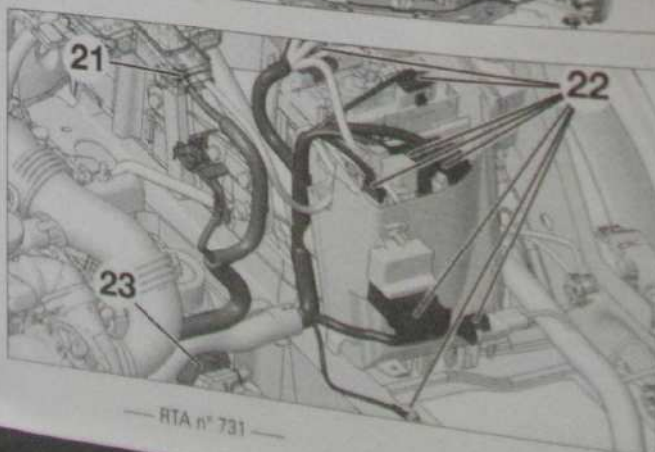

Fig. 93
- le faisceau de batterie (21) (Fig. 93).
- le faisceau moteur (22).
- le faisceau de boîte de vitesses (23).